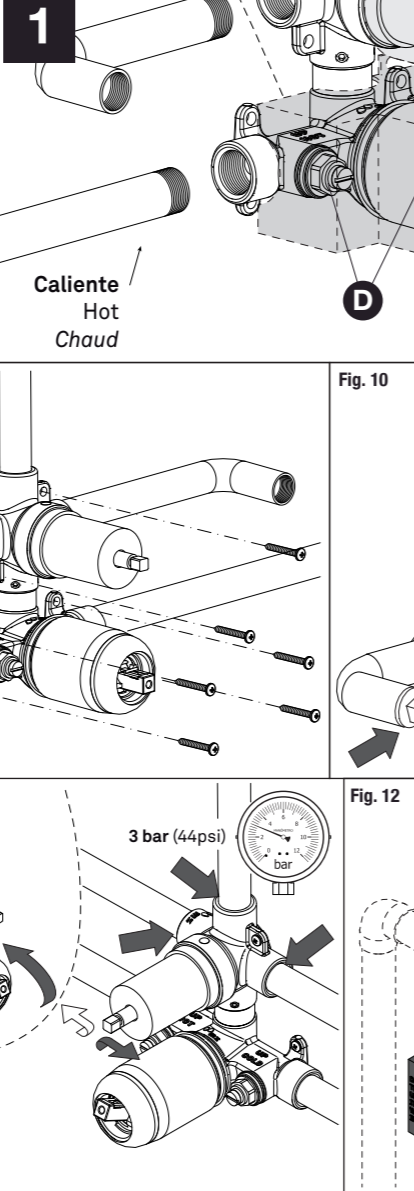
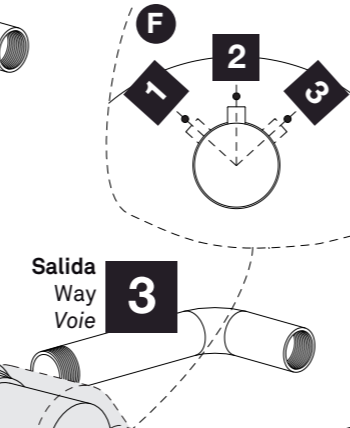

Fig. 13.1
Fig. 13.2
11) Limpie y seque bien la superficie donde va a colocar el plafón (Fig. 13.1). Retire los protectores de la cinta adhesiva del plafón (Fig. 13.2). Coloque el plafón en su posición, compruebe la verticalidad el mismo y presiónelo durante unos segundos contra la pared (Fig. 13.3).
11) Clean and dry the wall surface where you are going to place the cover plate (Fig. 13.1). Take out the adhesive protectors (Fig. 13.2). Place the cover plate vertically and press it against wall some seconds (Fig. 13.3).
11) Nettoyez et séchez la surface sur laquelle vous allez placer la plaque (Fig. 13.1). Retirez les protecteurs du ruban adhésive de la plaque (Fig. 13.2). Placer la plaque, vérifiez sa verticalité et pressionner quelques secondes contre le mur (Fig. 13.3).